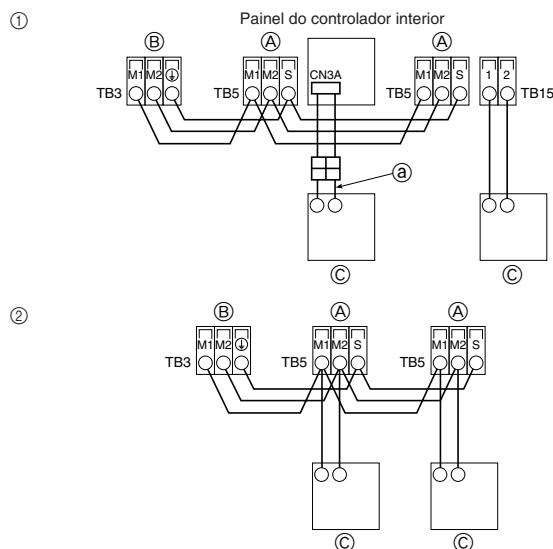

Fig. 7-2
7.2. Ligação dos cabos de transmissão do controlo remoto e das unidades interior e exterior (Fig. 7-2)
- ① Controlo remoto MA
- ⓐ Cabo de controlo remoto MA (ACESSÓRIO ⑨)
- ② Controlo remoto M-NET